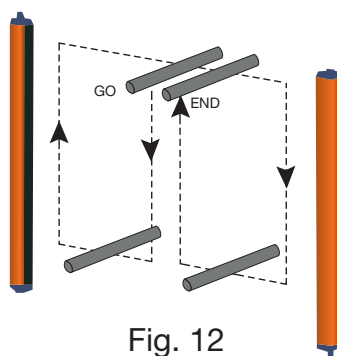

Fig. 12
- El ESPE permanezca bloqueado (➡ I) interceptando los rayos en el área de protección, utilizando las piezas de prueba adecuadas y siguiendo el esquema de la Fig.12.